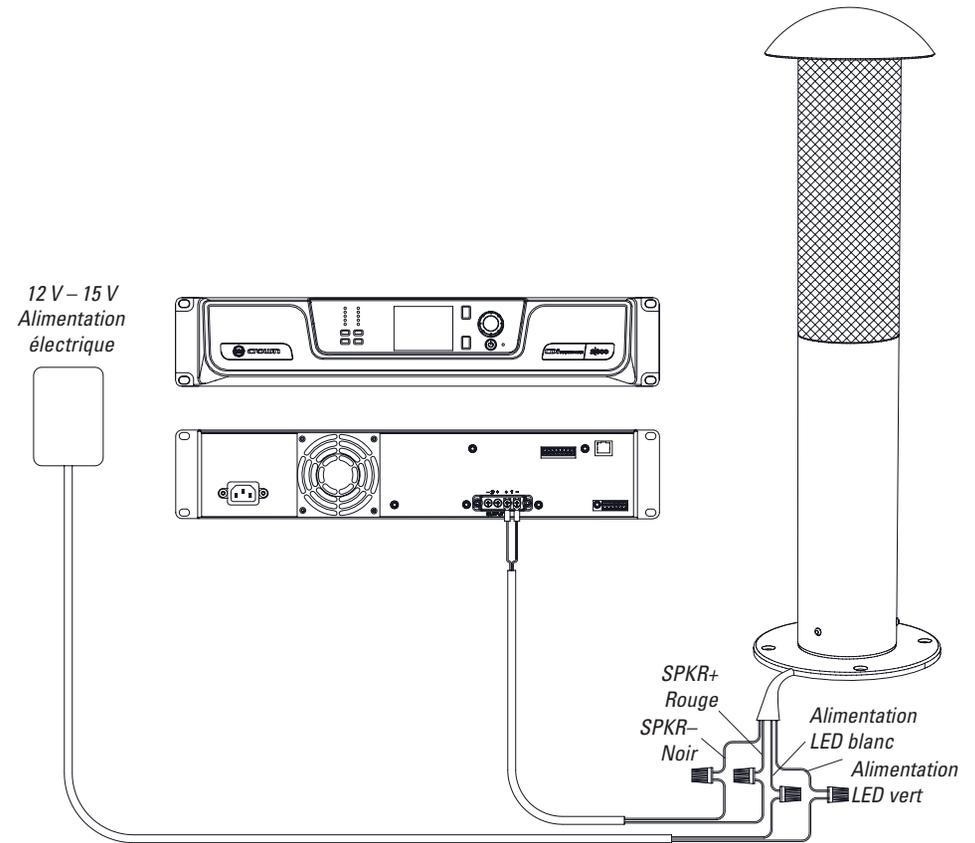

Figure 25
2. Connectez le fil rouge (+) du câble de raccordement d'entrée de l'enceinte au fil (+) de la sortie de l'amplificateur et le fil noir (-) du câble de raccordement d'entrée de l'enceinte au fil (-) de l'amplificateur (voir la figure 25). Utilisez des connecteurs à sertir ou des dominos pour effectuer une connexion sûre. Pour une meilleure fiabilité, effectuez la connexion à l'intérieur d'une boîte de raccordement électrique étanche enterrée IP 65.